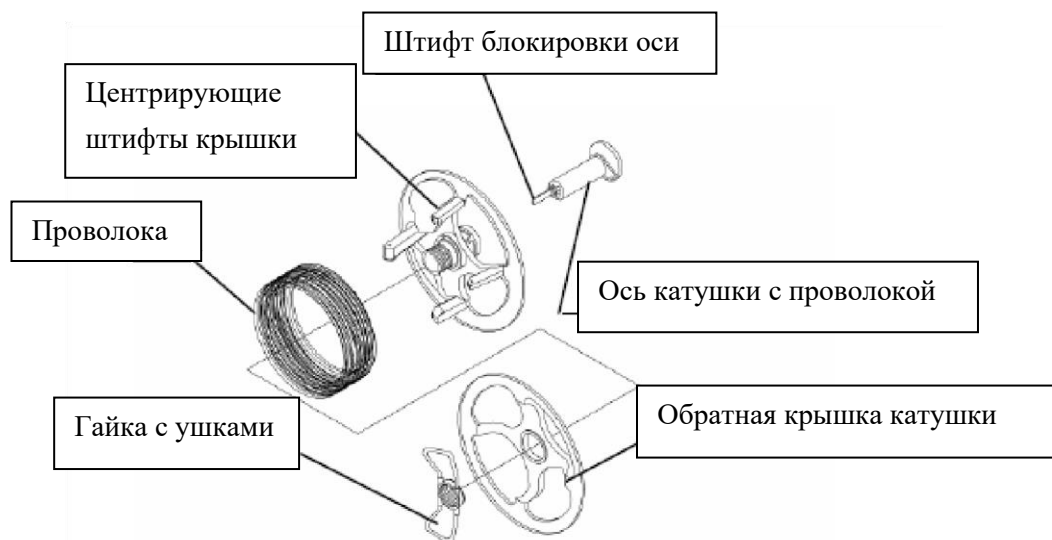

Рисунок 10: Установка катушки с проволокой
2. Установка катушки с проволокой (см. Рисунок 10)